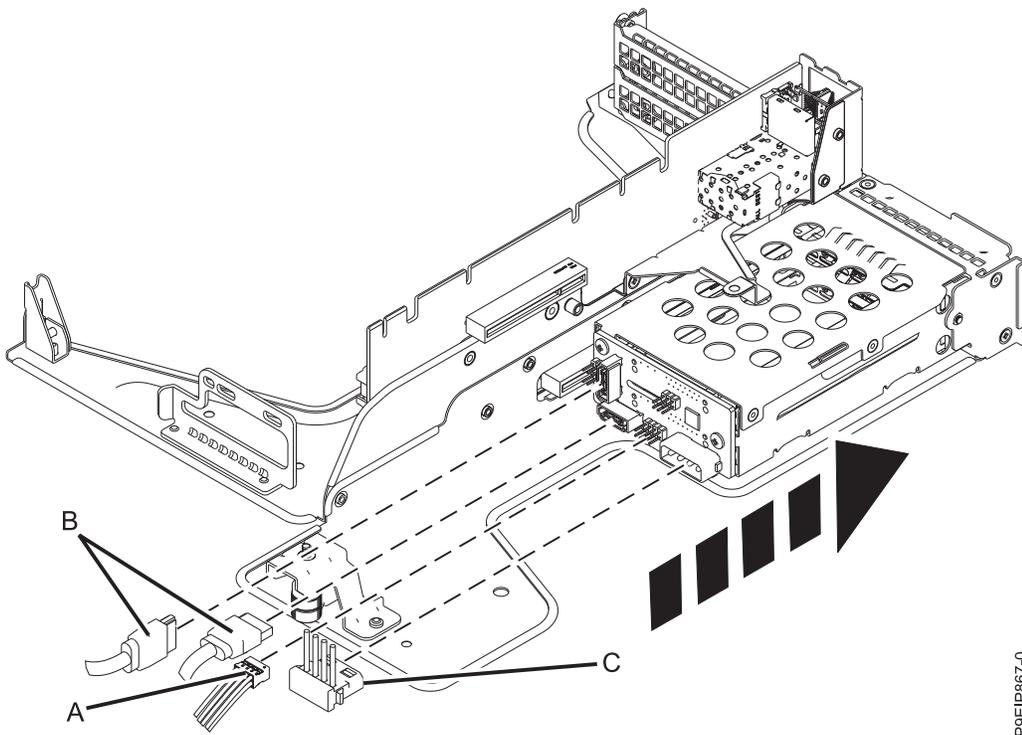

Figura 28. Conexión de los cables de señal de la unidad y de los cables de alimentación de la unidad en la placa posterior de unidad de disco
5. Sustituya los cables de señal (A) y (B) en la parte posterior de la placa posterior de unidad de disco, tal como se muestra en la Figura 28. Vuelva a colocar el cable de alimentación de la unidad (C) en la placa posterior de unidad de disco.